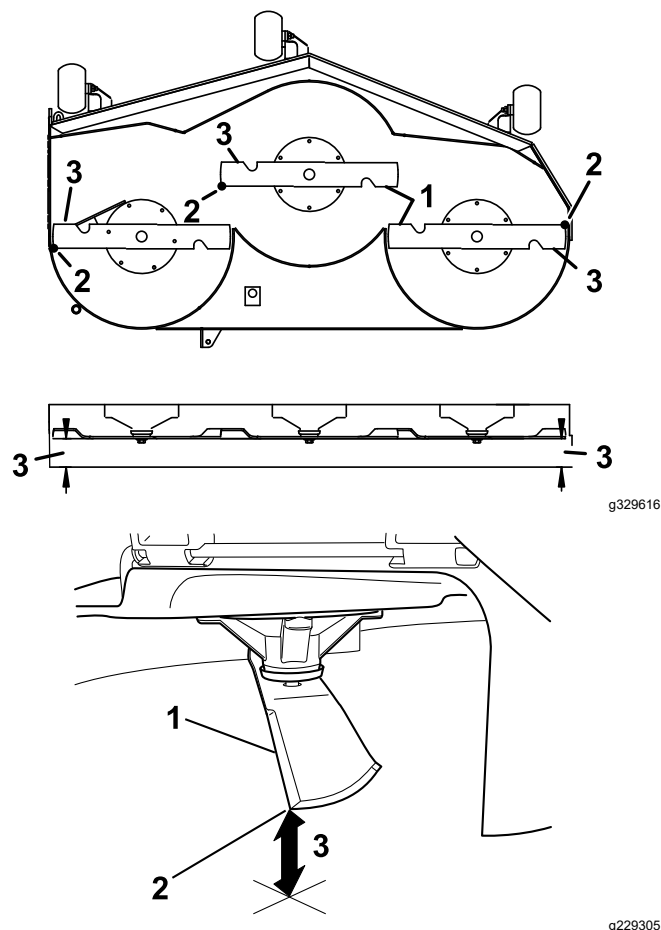

Figure 77
6. Mesurez la distance entre la pointe des lames et la surface plane (Figure 77). Si les deux mesures diffèrent de plus de 5 mm, réglez les lames, ajustez l'horizontalité des lames ; poursuivez cette procédure.